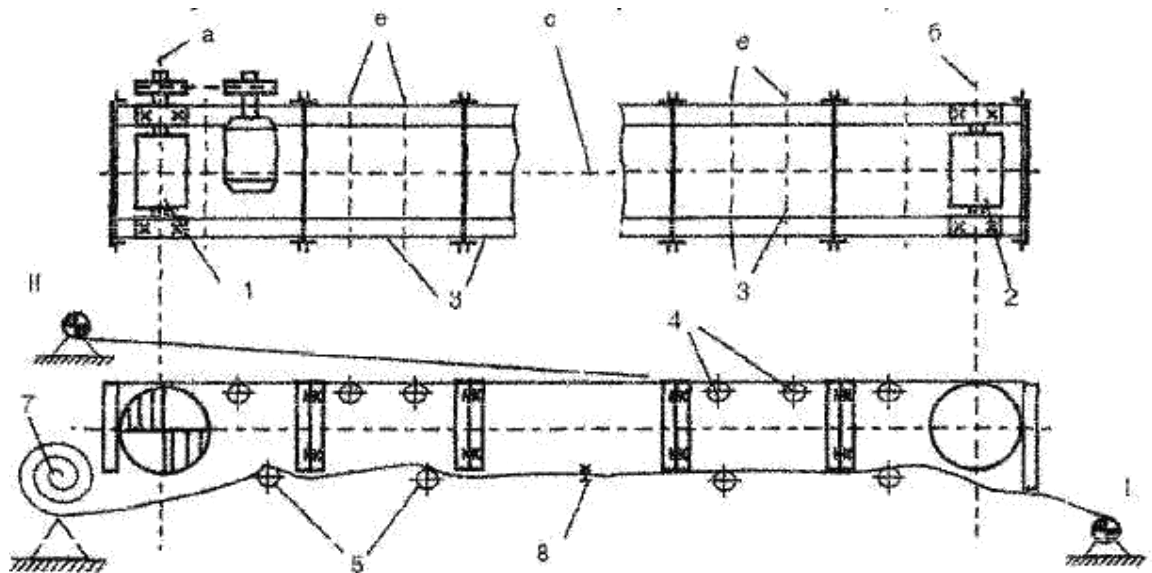

Рисунок 2.5 – Ленточный транспортер
10. Монтаж ленты. Рулон с лентой (рисунок 2.5) устанавливают на козлы. При этом следят за тем, чтобы толстая (рабочая) резиновая обкладка ленты была обращена наружу. Затягивают ленту при помощи лебедки, устанавливая ее в положение I затем II;